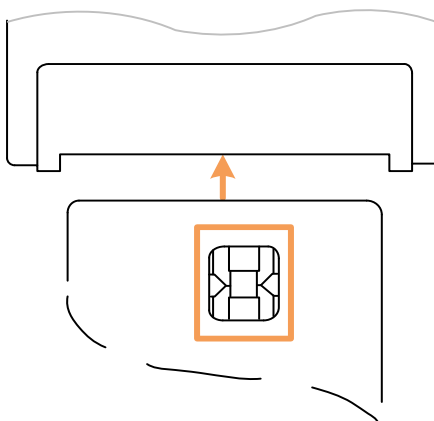

Рисунок 3 – Считыватель и смарт-карта
1. Вставьте смарт-карту до упора в картоприёмник считывателя (микросхемой вверх и вперёд) (рисунок 3);